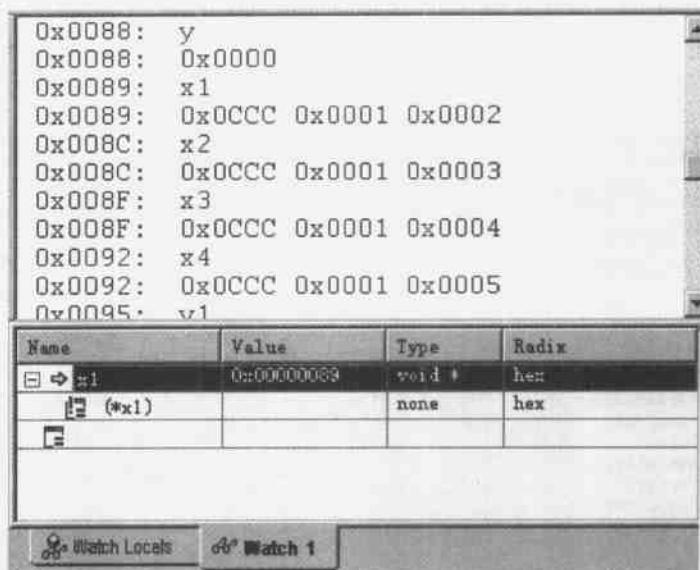

图 3.18 变量观察窗口
(5) Watch Window 检查和编辑 C 语言表达式或变量的值。可以用不同的格式显示数值，可以显示数组、结构或指针等包含多个元素的变量。单击该命令，将显示如图 3.18 所示的观察窗口。窗口中变量 x1 的值，就是 x1 所在的地址 0x00000089。